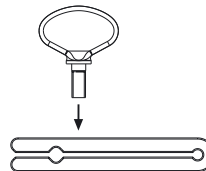

Fig. 18
- Montare l'ausilio estrattore, vedere Fig. 18.